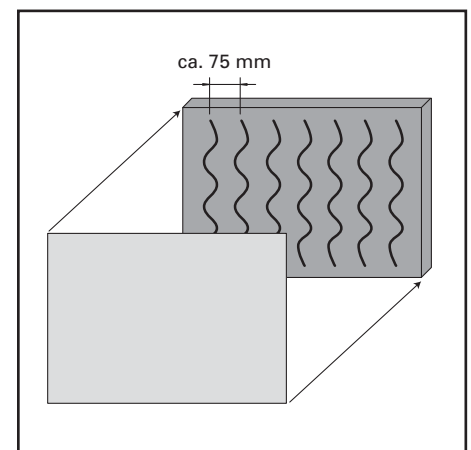

Abb. 9 / Fig. 9 / Fig. 9
**Paneel aus Gipskartonplatte mit Stahlblech (Abb. 9)**
**Panneaux en placopâtre avec tôle d'acier (Fig. 9)**
**Plasterboard panel with metal sheet (fig. 9)**